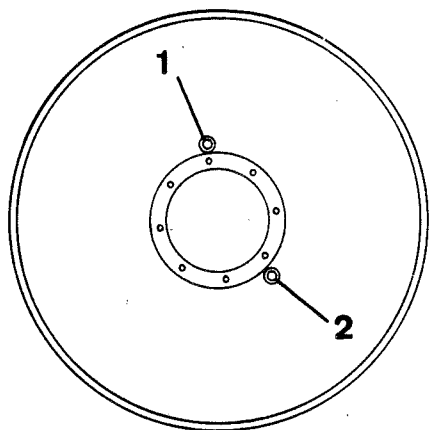

Fig. 33 Colocación del tambor para la reposición de aceite
- 3 Hacer rodar la máquina para que el tapón (1) quede arriba.
- 4 Llenar con aceite del tipo D según lubricantes - ver página 1 - hasta la mitad del indicador de nivel. Ver la fig. 33.